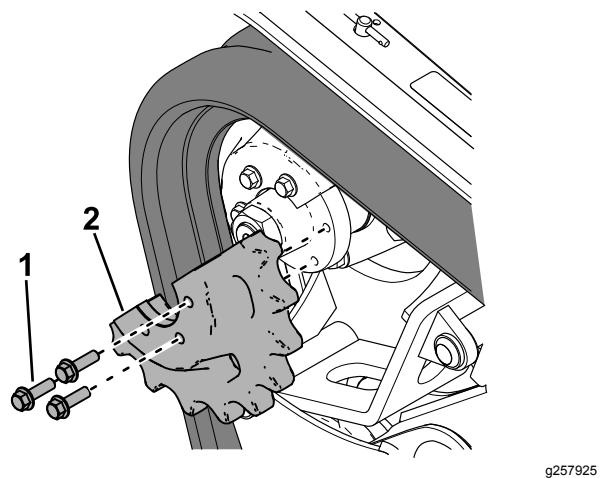

Bild 28
- 5. Straßenräder (5)
9. Entfernen Sie die drei Schrauben, die die Kettenradhälfte sichern, die nicht in die Kette eingreift (Bild 28).
ein (Bild 28). Ziehen Sie die Schrauben auf ein Drehmoment von 95-115 N·m an.